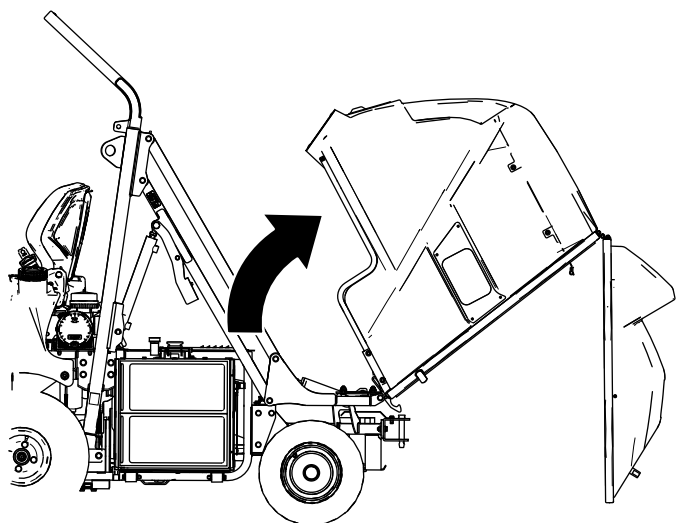

Figure 51
2. Basculez la trémie en arrière (Figure 51) à la main.